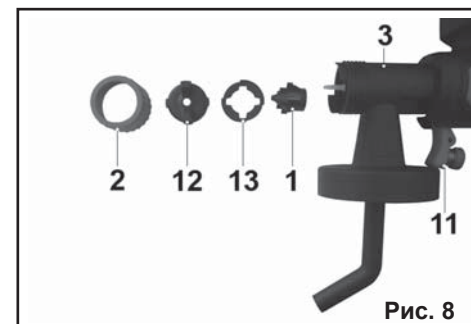

Рис. 8
9.1. Очистка краскопульта (Рис.8).